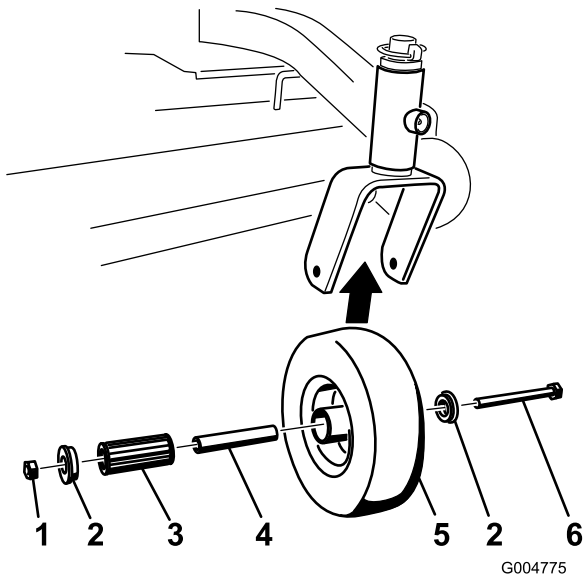

Bild 39
1. Entfernen Sie die Sicherungsmutter und die Radschraube, mit denen das Laufrad an der Laufradgabel befestigt ist (Bild 39).
2. Entfernen Sie eine Büchse und ziehen Sie dann die Spannbüchse sowie das Rollenlager aus der Radnabe heraus (Bild 39).
3. Entfernen Sie die andere Büchse aus der Radnabe und entfernen Sie Fett- und Schmutzrückstände von der Nabe (Bild 39).
Hinweis: Tauschen Sie abgenutzte und beschädigte Teile aus (Bild 39).
Hinweis: Fetten Sie das Rollenlager und die Vierkantbüchse ein und schieben beide in die Radnabe. Stecken Sie die zweite Büchse in die Radnabe (Bild 39).
Hinweis: Ziehen Sie die Sicherungsmutter so weit fest, dass die Vierkantbüchse auf die Innenseite der Laufradgabeln trifft (Bild 39).